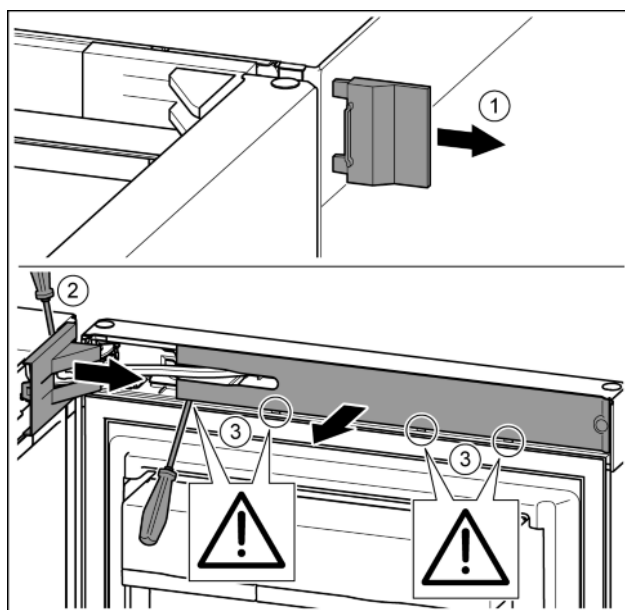

Fig. 8
- Äußere Abdeckung abnehmen. *Fig. 8 (1)*
- Lagerbockabdeckung mit Hilfe eines Schraubendrehers ausrasten und lösen. Lagerbockabdeckung abnehmen. *Fig. 8 (2)*
- Blende mit Schlitzschraubendreher ausrasten und zur Seite schwenken. *Fig. 8 (3)*